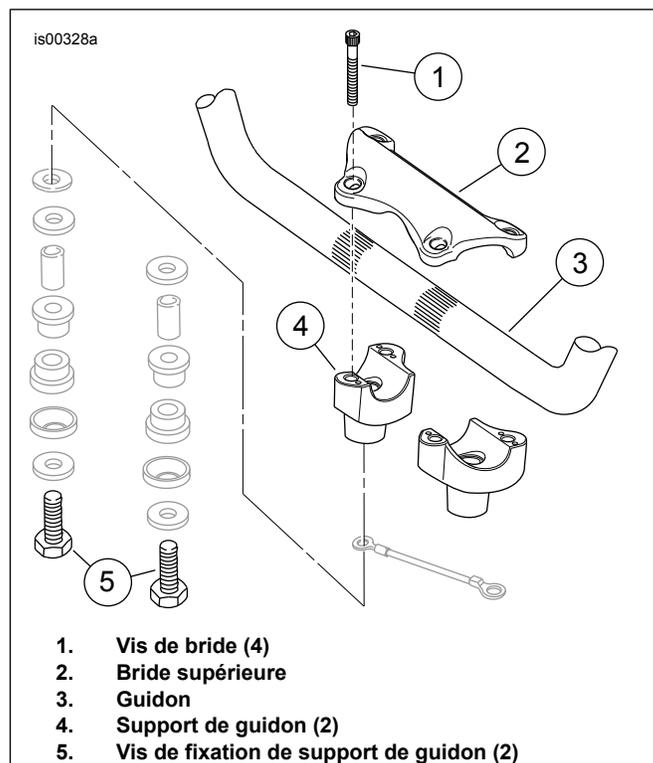

Figure 1. Bride et supports de guidon
20. Voir Figure 1. Retirer les vis (1) qui attachent la bride supérieure de guidon (2) aux supports de guidon (4). Déposer la bride. Déposer le guidon (3).